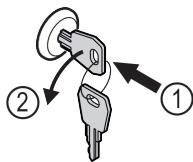

Fig. 207
- Πιέστε μέσα το κλειδί. Fig. 207 (1)
- Περιστρέψτε το κλειδί 90° αριστερόστροφα. Fig. 207 (2)